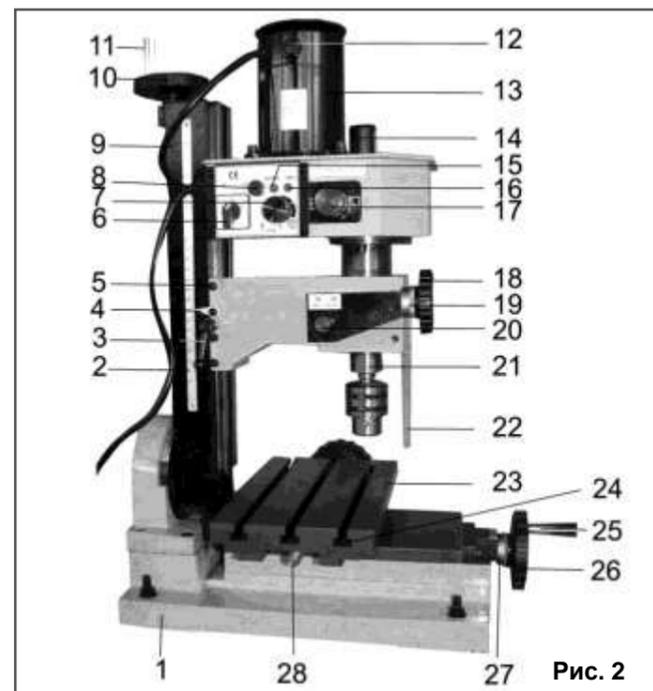

Рис. 2
7.1. Станок состоит из следующих сборочных единиц и деталей (Рис. 2, 3).
8.1. Сборка (Рис. 2, 3)
8.2. Монтаж (Рис. 2, 3)
9.2. Регулировка плавности хода вертикального перемещения шпиндельной бабки (Рис. 2)
9.3. Регулировка плавности хода поперечного перемещения рабочего стола (Рис. 2, 6)
10.1. Подготовка к работе (Рис. 2, 3, 7)
10.1.4. Установите и закрепите на рабочем столе (23) заготовку (при помощи зажимов, адаптеров или тисков), Рис. 2.
- установить ручку регулировки частоты вращения шпинделя (17) в положение «низкая или высокая скорость», Рис. 2;